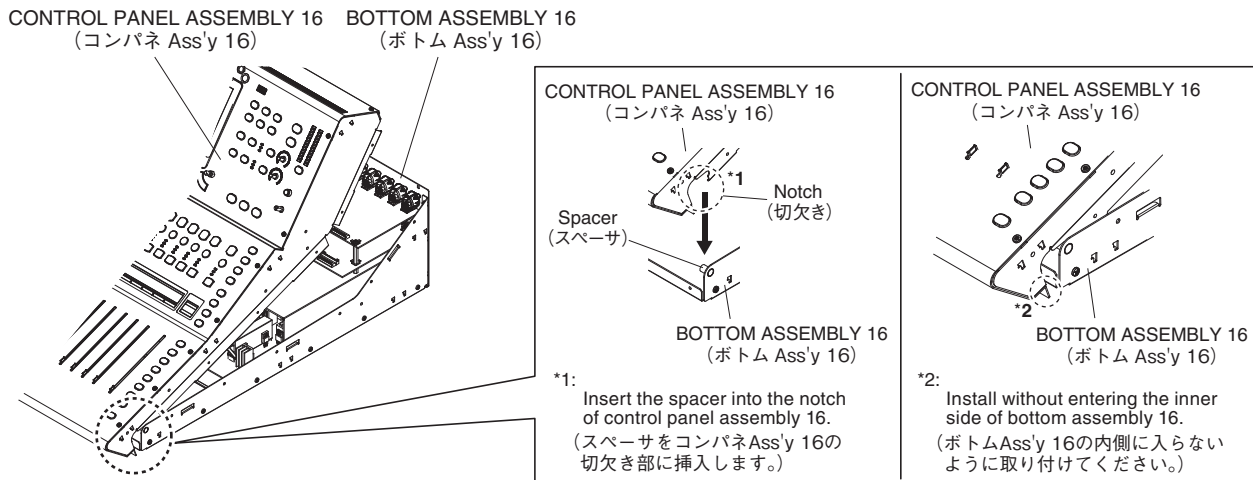

Fig. 4 (図 4)
* **When installing control panel assembly 16, see Fig. 4. Be careful not to tuck connector cables inside.**
※ コンパネ Ass'y 16 を取り付ける時は、図 4 を参照してください。また束線を挟み込まないように注意してください。